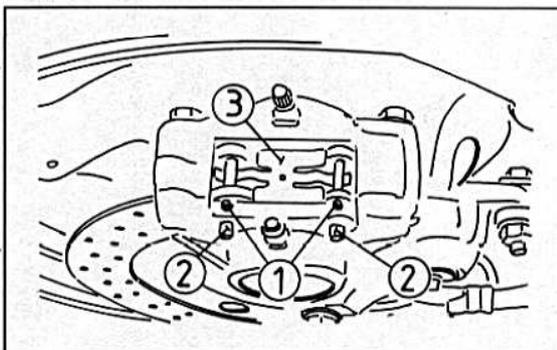

Bild 297
- Die Klammern von den Haltestiften abziehen (Bild 297).